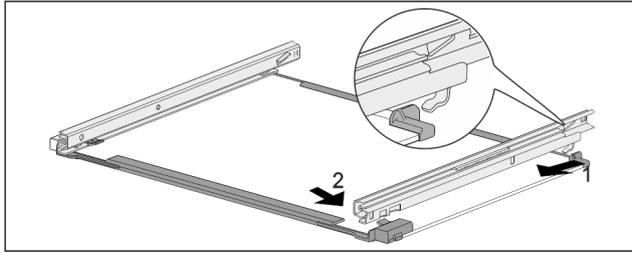

Fig. 66 Glasplatte mit Schienen
- ▶ Schiene hinten einhaken. Fig. 66 (1)
- ▶ Schiene vorne einrasten. Fig. 66 (2)